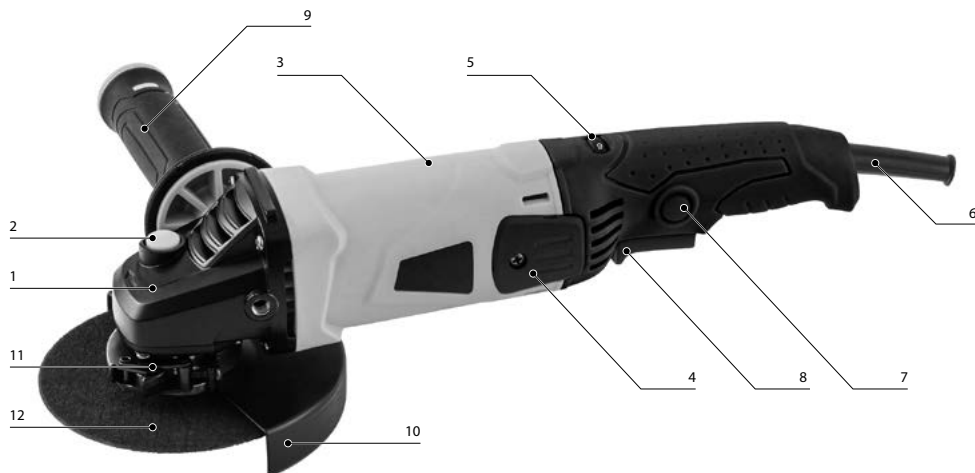

Рис. 1
Общий вид машины представлен на рис. 1.
- отвести в сторону рычаг 11 (рис. 1) фиксации кожуха, ослабив крепежный хомут;
Вкрутите рукоятку 9 (рис. 1) в резьбовое отверстие корпуса редуктора в удобное для работы положение.
При установке/снятии оснастки блокировка шпинделя осуществляется клавишей 2 (рис. 1), расположенной на корпусе редуктора. Блокировка шпинделя также может осуществляться с помощью гаечного ключа S17.
Во избежание поломки машины и получения травм запрещается нажимать на кнопку блокировки шпинделя 2 (рис. 1) во время работы шлифовальной машины, а также до полной остановки шпинделя после выключения двигателя.
В зависимости от вида используемой оснастки, вида обрабатываемого материала и характера обработки можно выбрать оптимальную частоту вращения шпинделя машины. Выбор осуществляется с помощью регулятора 5 (рис. 1). Числа на кольце регулятора соответствуют положениям кольца и не указывают на конкретную частоту вращения, выраженную в оборотах в минуту. Большому числу соответствует большая частота вращения шпинделя и оснастки.
Для включения машины необходимо нажать клавишу выключателя 8 (рис. 1) при нажатой кнопке 7 (рис. 1).